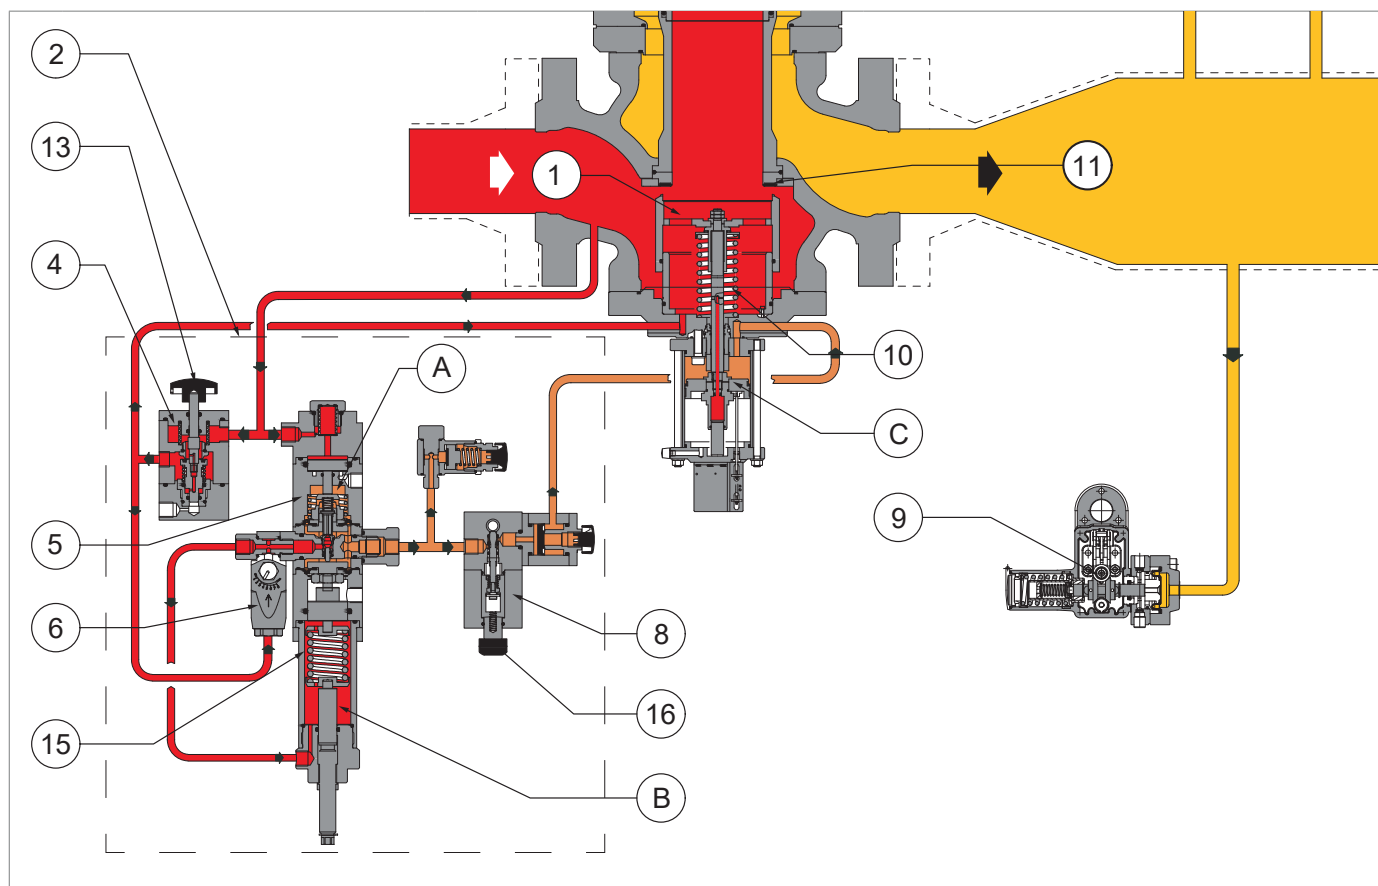

Fig. 4.13. REVAL 182 med inbyggd spärrventil HB/97
Den inbyggda spärrventilen HB/97 består av (se Fig. 4.13):
LINE OFF 2.0-enheten (2) består av (se Fig. 4.13):